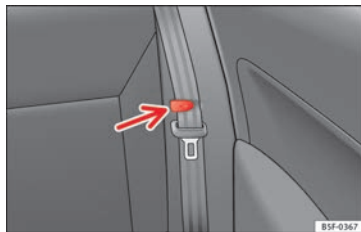

Fig. 150 Pince pour ceinture de sécurité.
- Placer les ceintures de sécurité latérales dans la pince du revêtement » fig. 150.